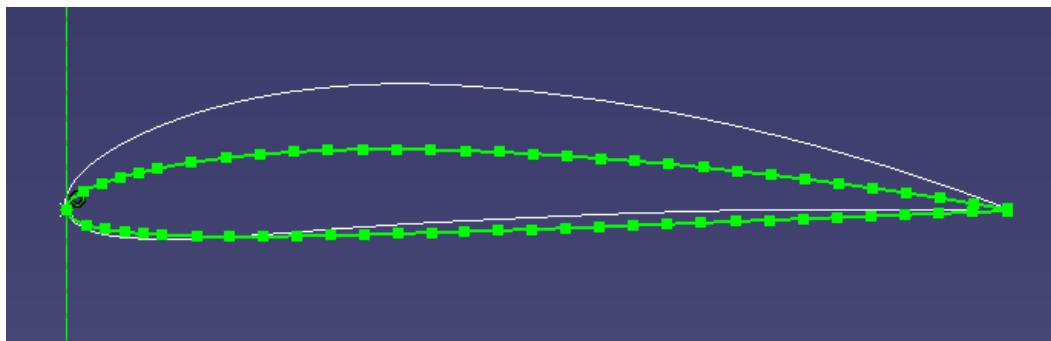

Figura 25. Perfiles distintos
- En la Figura 25 se ha dibujado perfiles distintos para cada extremo del ala.